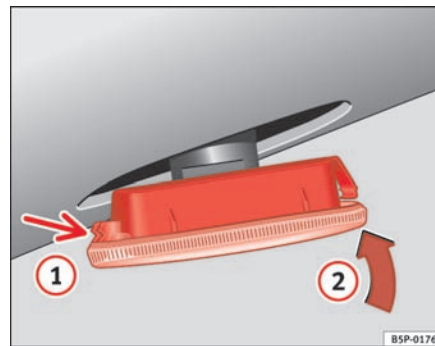

Fig. 155 Blinklys i siden
- Sæt først blinklygten i monteringsstedet i karrosseriet. Sørg for, at låsetappen går i hak (1) ⇒ side 210, fig. 155. Sæt derefter blinklygten i i pilens retning (2) ⇒ side 210, fig. 155. ■